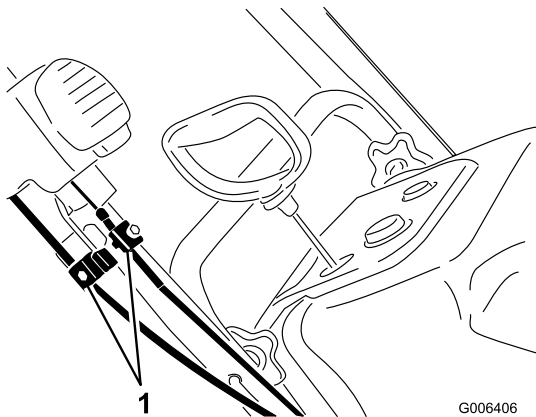

Bild 31
1. Lösen Sie die beiden Quick Shoot Steuerkabelklemmen (Bild 31).